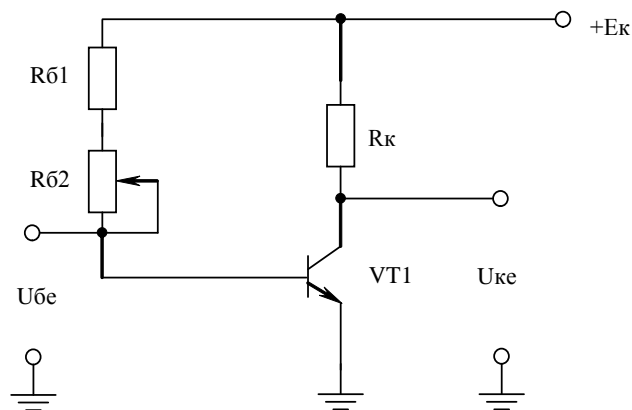

Рисунок 1 – Схема транзисторного підсилювача
1. Зібрати схему транзисторного підсилювача (рис.1) з наступними даними: